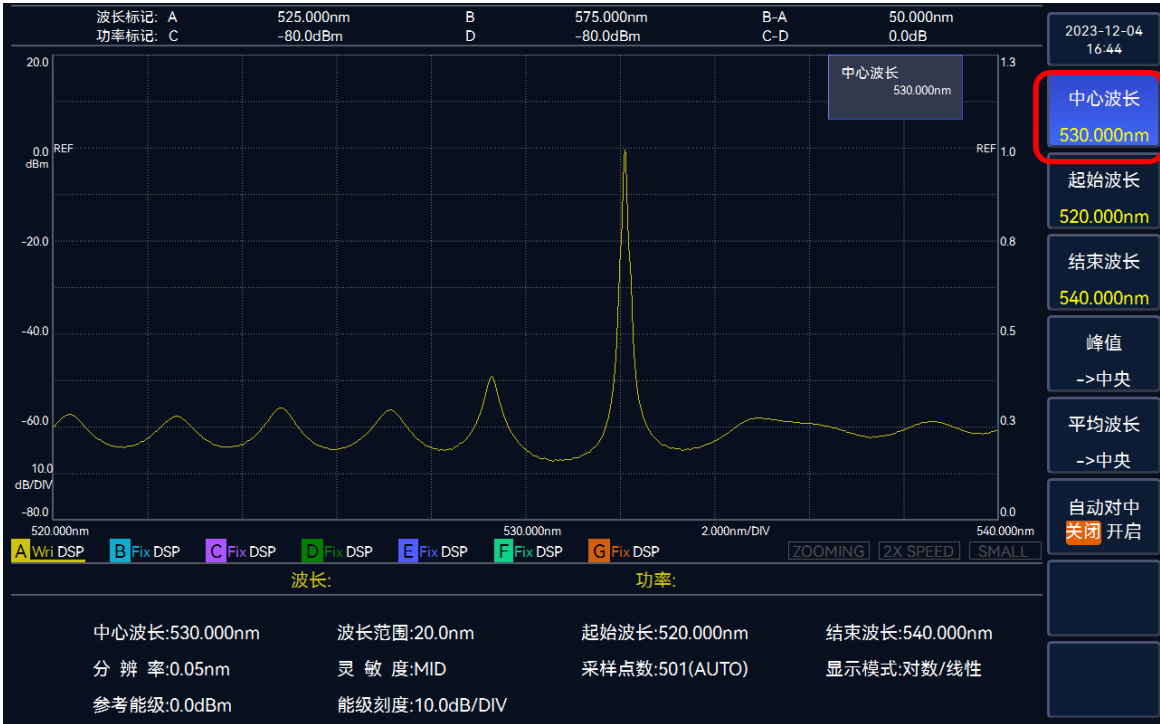

图 3.20 设置中心波长界面
- 选择【中心波长】/【起始波长】/【结束波长】，通过旋钮或者数字键输入波长值，完成设置。操作界面如图 3.20 所示。